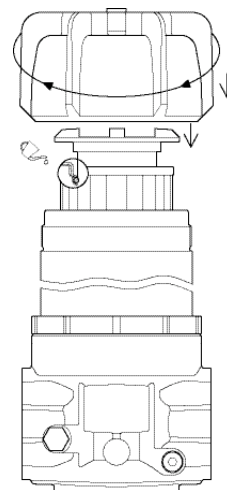

Fig. 4
- 7** Lubrificare le guarnizioni dell'elemento filtrante, con il fluido di lavoro. Inserire l'elemento filtrante nel corpo filtro, montare il codolo nella parte superiore dell'elemento filtrante come indicato in fig.4.